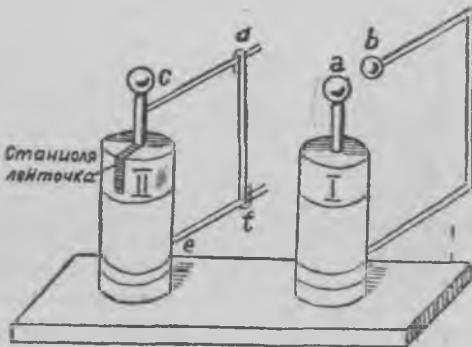

Рис. 141. Электрическойн колебаниян резонанса.
90. Электромагнитчйт аллот. Панемма риннакай какси лейденскойда банкуя (рис. 141), и виэ ўхтен (I) пиäлизех обкладках он ўхтүтеттү проволокка петля, кудама лопех шарикках *b*, ми он пиэнен маткан пиäс сүдамизех обкладках ўхтүтеттүх шарикках *a*.